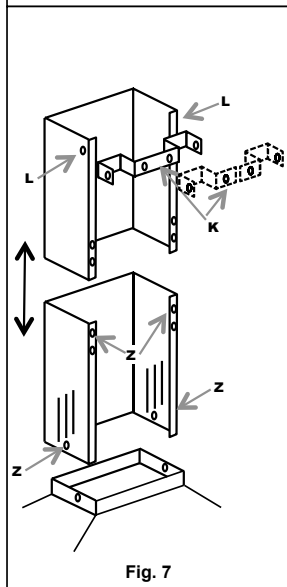

Fig. 7
- **МОНТАЖ ДЫМОХОДОВ (Рис. 7):**